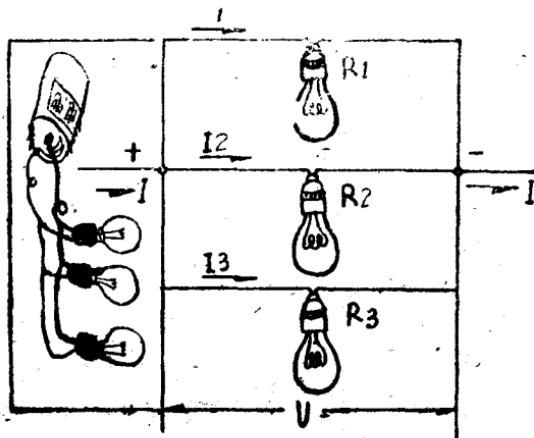

图 8 并联电路
2. 并联：并联就是把两个以上的受电部分分别和电源相联。在并联电路中，电流不是由一条线路上通过，而是分别由各支路上通过，如图 8。